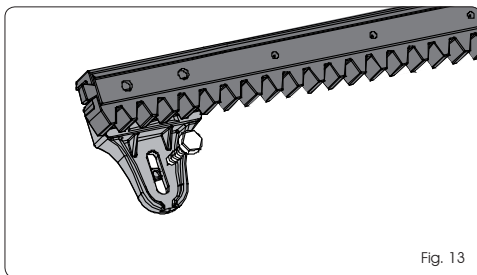

Fig. 13
5.4.3 CREMAILLÈRE A VISSER EN NYLON (Fig. 13)